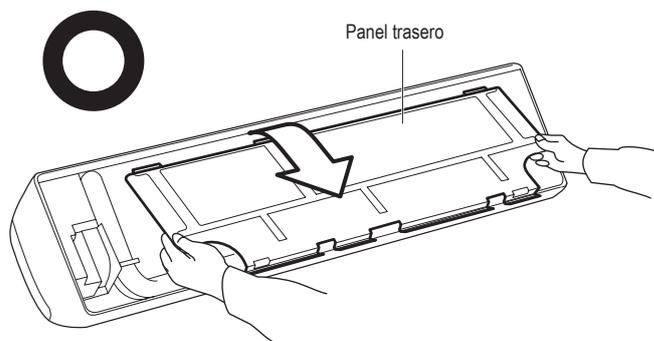

Fig. 5-3
- (3) Extraer el panel trasero asiendo las secciones mostradas en Fig. 5-3 y tirando de ellas en la dirección de la flecha.